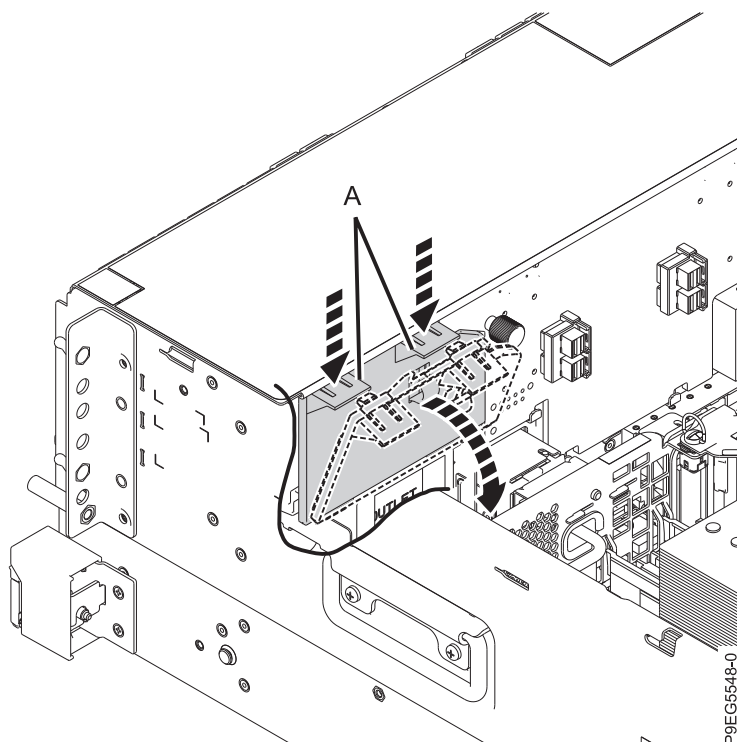

Figura 2. Extracción del panel de relleno posterior de la estación de acoplamiento RDX interna
2. Extraiga el panel de relleno posterior, tal como se muestra en la Figura 2 en la página 7.